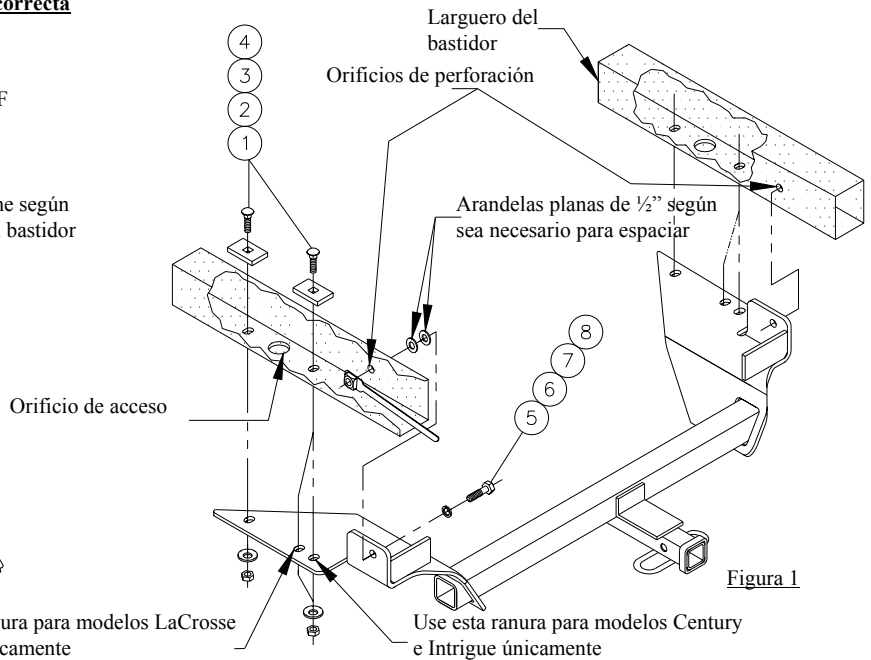

Figura 1
- Levante el enganche a la posición y una con los pernos de carruaje según se muestra en la figura 1.